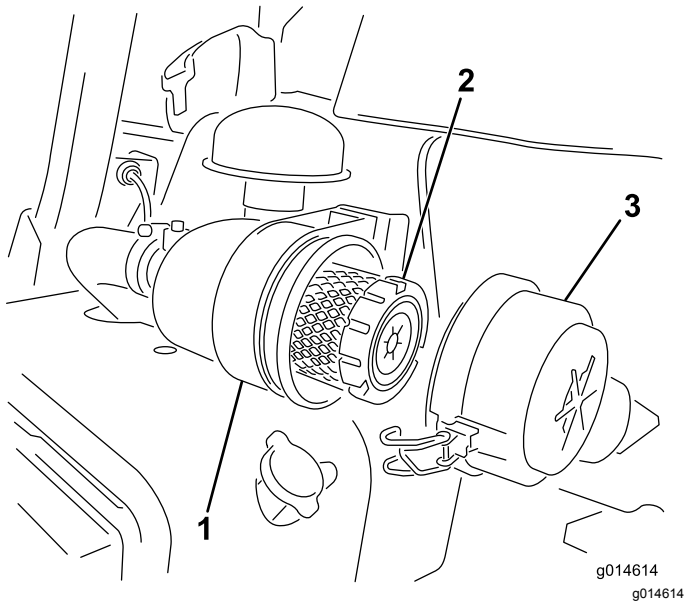

図 41
1. エアクリーナのカバーをボディーに固定しているラッチを外す(図 41)。
6. ラッチをしっかりと掛ける(図 41)。